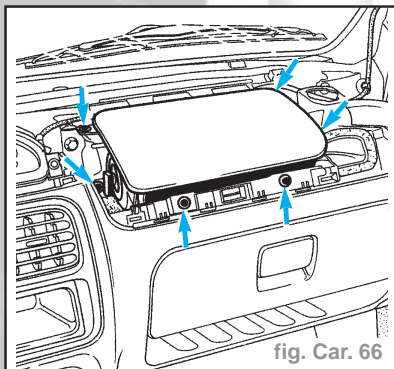

fig. Car. 66
- Le module airbag passager est fixé par six vis (fig. Car. 66).